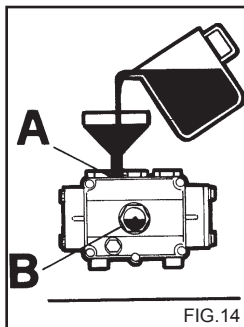

FIG.14
4. Закрутите пробку отверстия для слива масла, залейте новое масло через верхнее отверстие (рис. 14а) до уровня, указанного в смотровом окошке (рис. 14В).